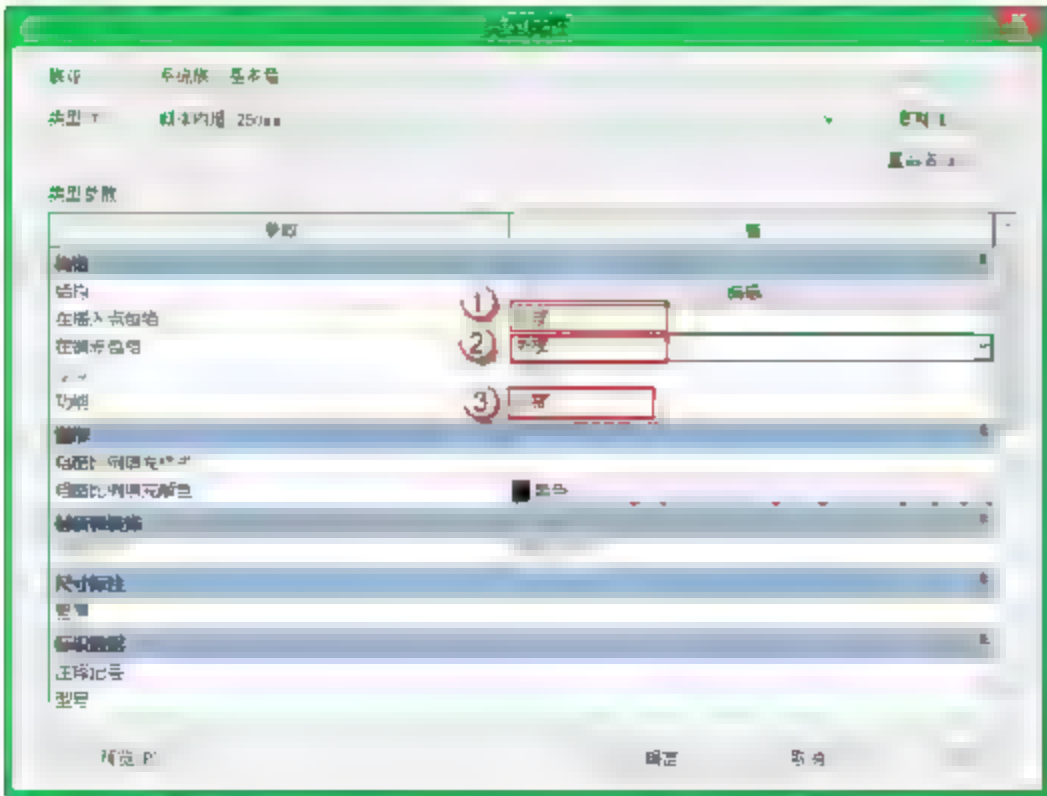

图 10.2.20 编辑“包络”
(8) 编辑“包络”。在“类型属性”对话框中，选择“在插入点包络”后的参数“不包络”→“外部”，再选择“在端点包络”后的参数“无”→“外部”，选择功能参数后的“无”→“外部”，如图 10.2.20 所示。